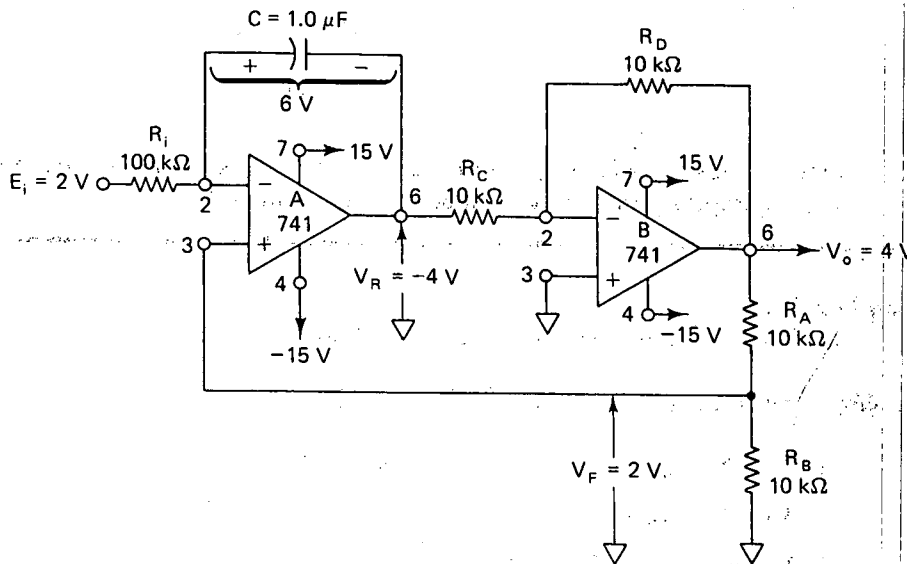

FIGURA 3-16 V_o exhibe una respuesta retrasada a un cambio de E_i en este circuito de servoamplificador.
En la figura 3-16 se muestra un circuito simplificado de un servoamplificador. Hagamos una analogía entre este circuito y un servomecanismo mecánico. El apuntar el cañón de un tanque constituye un excelente ejemplo gráfico. Suponga que el artillero tiene la mira apuntada hacia adelante y también que el cañón apunta en la misma dirección. Esto lo denominaremos equilibrio. El dispositivo de mira controla el cañón mediante dos servomecanismos, uno para el azimut (de un lado a otro) y otro para la elevación (de arriba a abajo).
De repente el artillero cambia la mira 90° hacia la derecha. Acaba de cambiar la entrada ($E_i = 2$ V en la figura 3-16) del sistema del servomecanismo. El cañón debe pasar ahora de su posición de equilibrio recto ($V_o = 4$ V en la figura 3-16) a una nueva posición de equilibrio 90° a la derecha. Se concluye que la salida del sistema del servo sigue a la entrada pero con un cierto retraso. Por tanto, la respuesta a estas dos preguntas sobre la operación del circuito la buscaremos en la figura 3-16.
Se analiza el comportamiento del circuito de la figura 3-16 en *equilibrio* de la forma siguiente:
Calcule los voltajes de equilibrio del servoamplificador en la figura 3-16.
¿Cuánto tarda V_o en alcanzar el equilibrio en el servoamplificador de la figura 3-16?
- 3-20. Suponga que R_i cambia a $1\text{ M}\Omega$ en el servoamplificador de la figura 3-16. Sea $E_i = 1\text{ V}$.